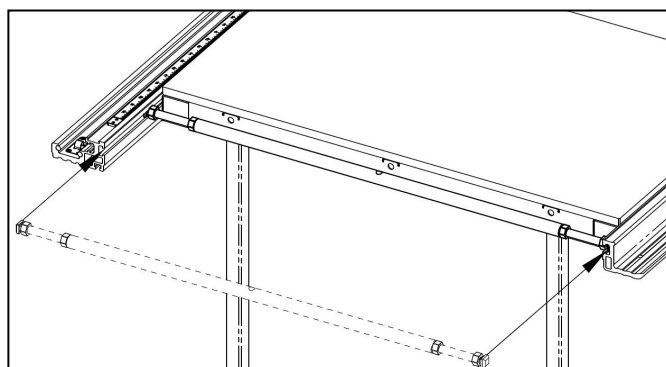

Abb. 6-13
2. Wie in Abbildung 6-13 gezeigt, setzen Sie die Exzenter-Schrauben an beiden Enden der Verbindungsstangenbaugruppe (E) in die T-Nuten der vorderen und hinteren Führungsschienen ein. Wenn die Verbindungsstangenbaugruppe fast die Verlängerungstischplatte erreicht, drehen Sie die linken und rechten Gewindespindeln separat, um die Exzenter-Schrauben zu befestigen. Stellen Sie sicher, dass die Exzenter-Schrauben im gelockerten Zustand sind, bevor Sie sie in die vorderen und hinteren Führungsschienen schieben.